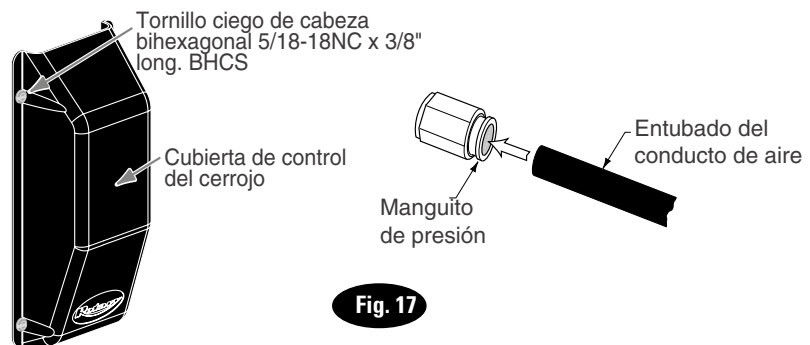

Fig. 17
- E) Instale las cubiertas de enganche con los tornillos de tope de cabeza semiesférica 5/16"-18NC x 3/8" long., Fig. 17.